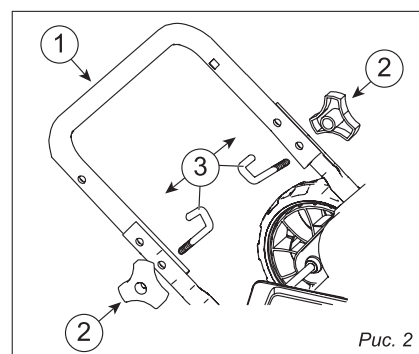

Рис. 2
7.1. Монтаж нижней ручки (рис. 2)